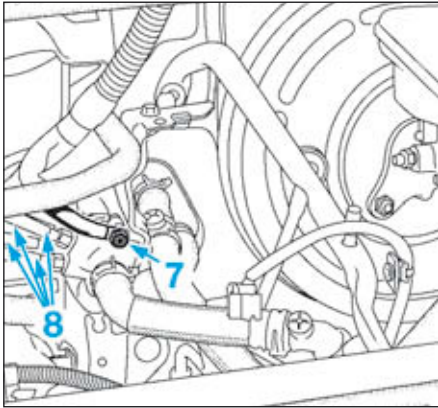

FIG.17
- Déposer (Fig.17):
- l'écrou (7) du câblage de masse du boîtier thermoplongeurs,
- les connecteurs (8) des thermoplongeurs.